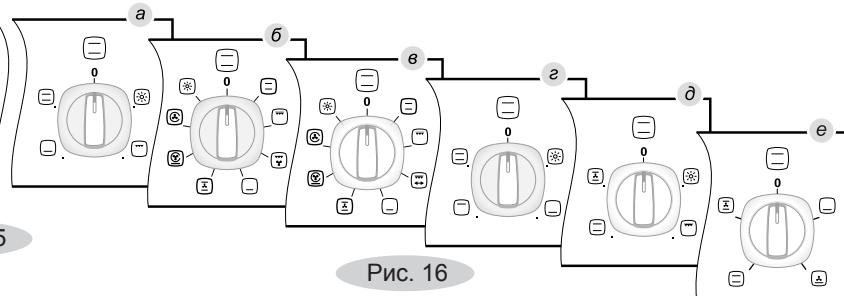

Рис. 16
- ручкой режимов работы устанавливается необходимый способ приготовления (в зависимости от модели может быть вариант а, б, в, г, д или е (рис. 16);